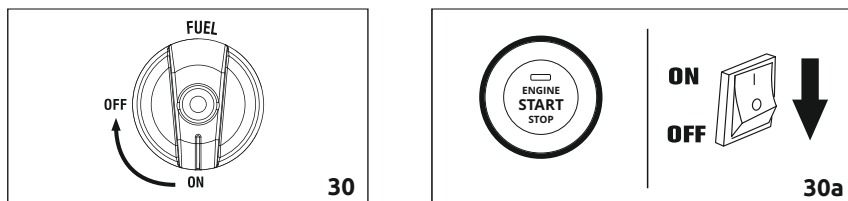

Рисунок 30 – Остановка двигателя
- Переведите клапан топлива в положение OFF (рис. 30).